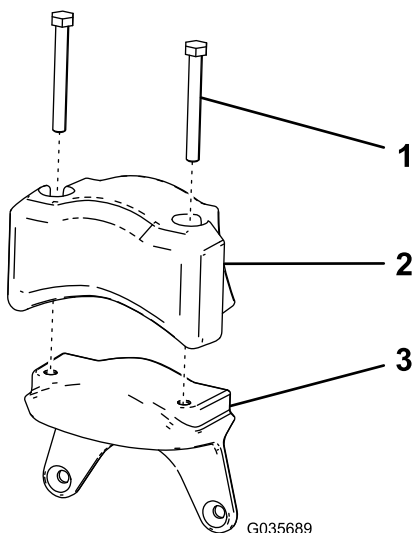

图9
1. 将在2 准备滚刀组 (页码 2)的步骤 5 中卸下的电气配重块和 2 个平头螺丝5/16 x 2¾ 英寸安装到新配重块上 图9。